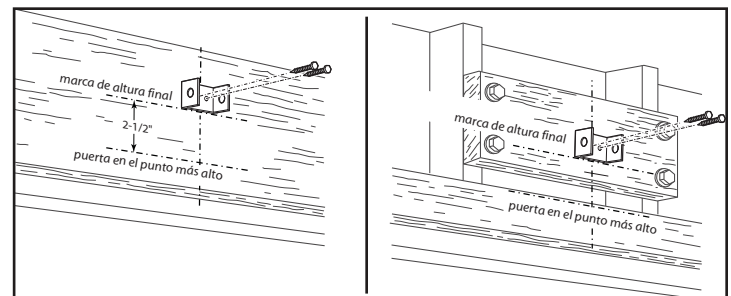

FIG. 2-3 Montaje del soporte del travesaño (en el travesaño y arriba del travesaño).
NOTA: Si el lugar del soporte del travesaño necesita estar arriba del cabezal para la abertura de la puerta del garaje, usted necesita agregar una "superficie de montaje". Un larguero de 2" x 6" bien sujetado (larguero y herrajes no se incluyen) a los montantes de pared en cualquiera de los lados de su marca será suficiente (**Fig. 2-3**).
- Sostenga el soporte del travesaño contra la pared (**Fig. 2-3**).
- Sujete el soporte del travesaño con 2 pijas (provistos) (**Fig. 2-3**).